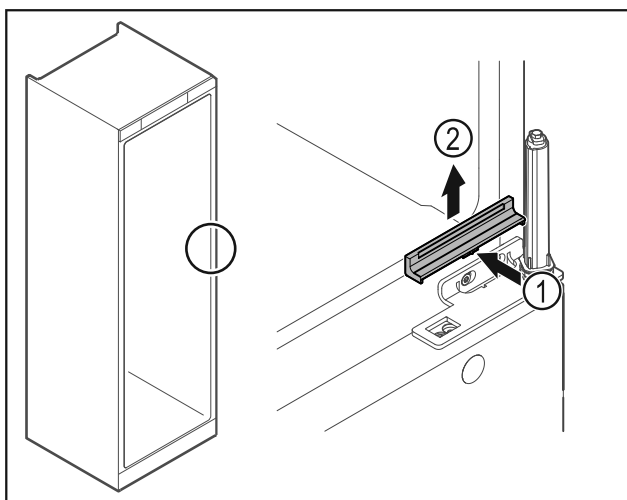

Fig. 31
- ▶ Šiek tiek įspauskite dengiamąją plokštelę Fig. 31 (1) viduryje ir nuimkite į viršų Fig. 31 (2).